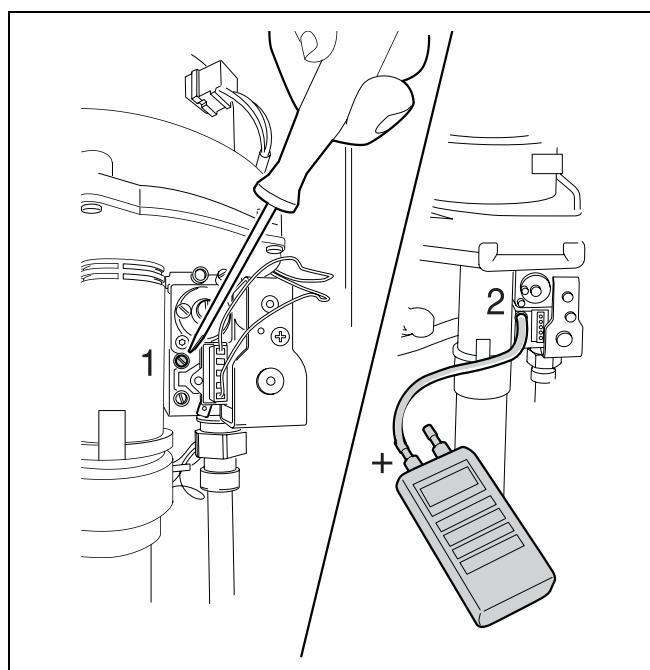

fig. 28 Måling og indstilling af gas/luftforholdet
- Skruen i den øverste målenippel (brændertryksmålenippel) løsnes to omdrejninger (fig. 28, pos. 1).
- Manometerets plustilslutning forbindes ved hjælp af en slange med brændertryksmåleniplen (fig. 28, pos. 2).